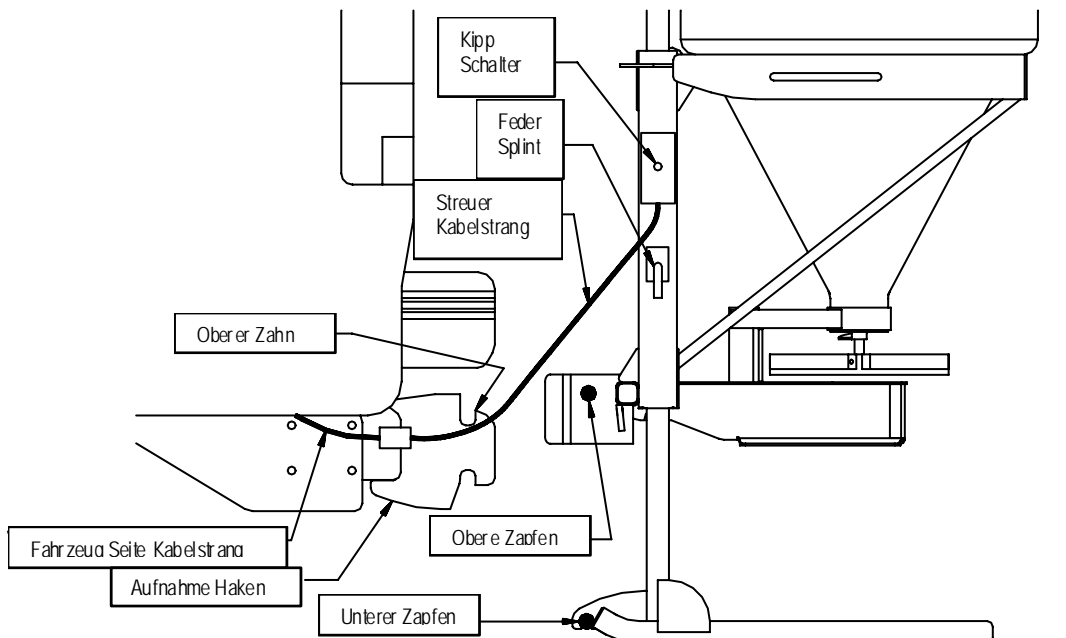

Bild 23. Power Aufnahme Abbau Anleitung
3. Positionieren Sie den Streuer so, dass er frei von den Haken ist. Siehe Bild 23. Dies erreichen Sie entweder durch das zurücksetzen des Fahrzeuges oder das Verschieben des Streuers an den Griffen.